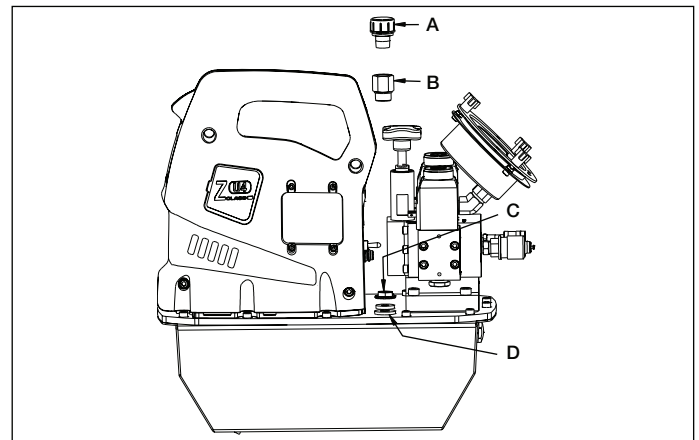
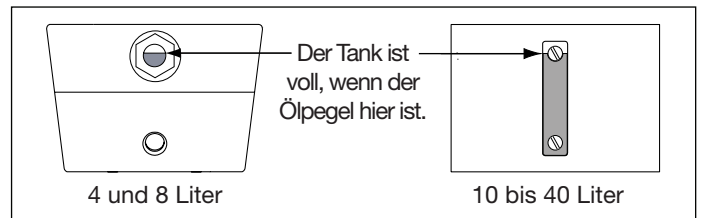

Abb. 2, ZU4 Einbau des Entlüfters
Abb. 4, Sichtglas
#### 4.1 Behälter-Entlüfterkappe (siehe Abb. 2)
Überprüfen Sie den Ölstand der Pumpe vor dem Start. Geben Sie nötigenfalls Öl hinzu, indem Sie den Stopfen SAE Nr. 10 von der Abdeckplatte entfernen (siehe Abb. 2). Der Behälter ist voll, wenn der Ölstand dem in Abb. 4 entspricht. The reservoir is full when the oil level is as shown in Figure 4.
6. Füllen Sie den Behälter mit sauberem Enerpac-Hydrauliköl. Der Behälter ist voll, wenn der Ölstand dem in Abb. 4 entspricht.